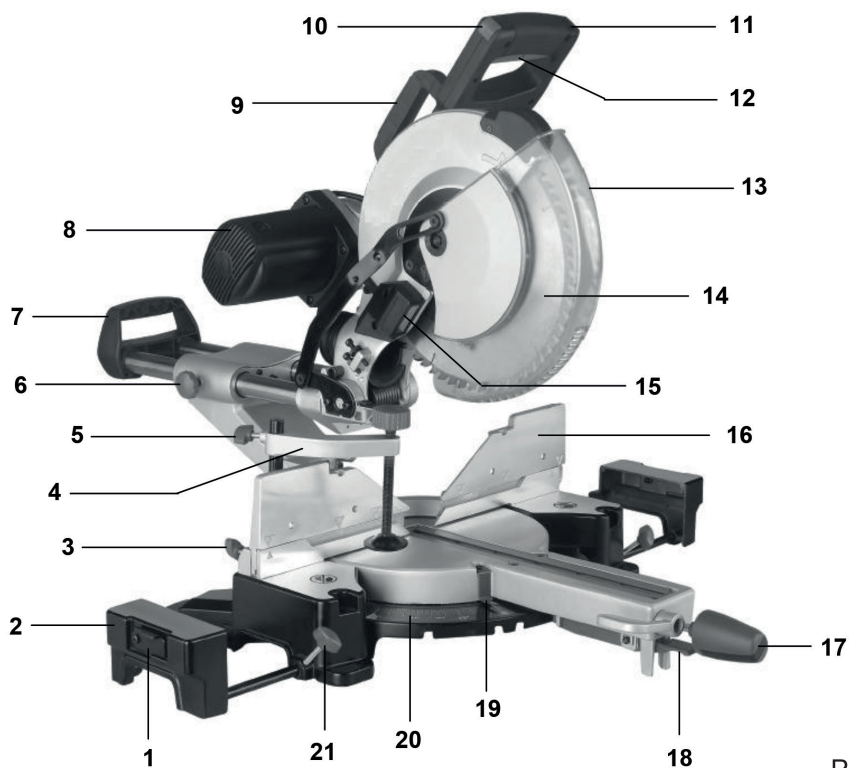

Рис. 1
6.1. Сборка (Рис. 1)
6.3. Приведение пилы в рабочее положение (Рис. 1)
Нажмите на рукоятку пилы (11) и оттяните фиксатор транспортного положения (30). Удерживая пилу за рукоятку (11), переместите её в верхнее положение (Рис. 1).
Струбцину (4) можно закрепить слева или справа от пильного диска с помощью винта фиксации струбцины (5) (Рис. 1).
6.4. Транспортировка (Рис. 1,2)
6.7. Подсветка рабочей зоны (Рис. 1,2)
Установка поворотного стола в положение 0° (Рис. 1,2)
Регулировка угла 90° (Рис. 1, 5-8)
Регулировка вылета упора (Рис. 1, 12-15)